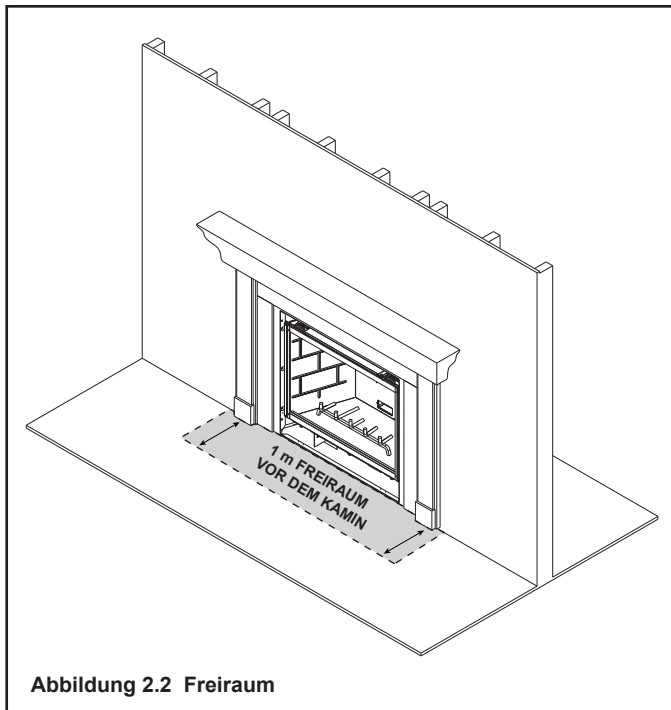

Abbildung 2.2 Freiraum
**WARNUNG! Legen Sie KEINE brennbaren Gegenstände vor den Kamin und blockieren Sie Lüftungsschlitze NICHT.** Hohe Temperaturen können zu einem Brand führen. Siehe Abbildung 2.2.